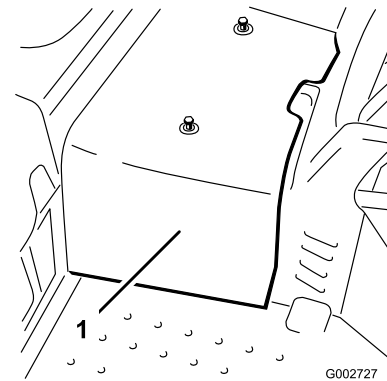

Figure 41
2. Desserrez les 2 vis qui fixent le carénage central à la machine et déposez le carénage (Figure 41).